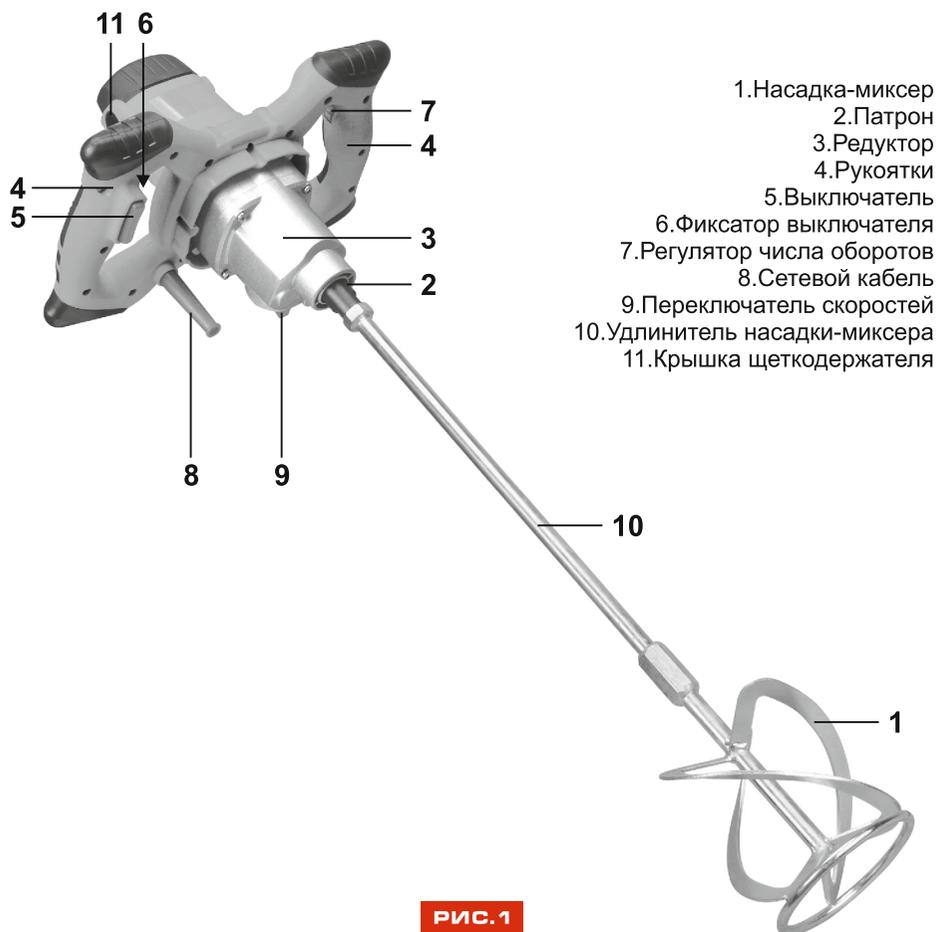

РИС. 1
1. Установите насадку (1, рис. 1) в патрон (2, рис. 1).
4. Установите переключатель скоростей (9, рис. 1) и регулятор числа оборотов (7, рис. 1) в нужное положение в зависимости от консистенции и состава раствора или смеси.
7. Нажмите кнопку выключателя (5, рис. 1) и начинайте работать не прилагая больших усилий.
8. При продолжительной работе нажмите и удерживайте выключатель, затем нажмите фиксатор (6, рис. 1), отпустите выключатель. Для отключения нажмите и отпустите выключатель.
необходимо снять крышку щеткодержателя (11, рис.1) и произвести замену обеих щеток. Используйте только одинаковые щетки!